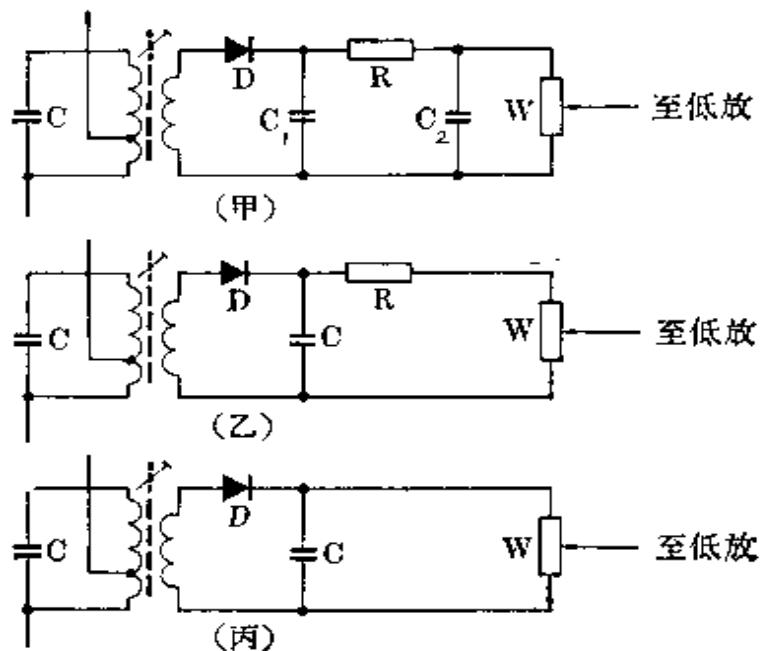

图 8-19
3. 检波电路：图 8-19 画出了超外差式收音机的三种检波电路。我们以图(甲)为例，看看检波的过程：前级输出的中频信号耦合给中频变压器次级。次级上获得的中频信号送给二极管 D 检波。检波后的输出电流由  $C_1$ 、 $C_2$ 、 $R$  组成的  $\pi$  型滤波器将残余的中频成份滤去，剩下的音频成份和直流成份流经电位器 W，在 W 两端产生音频信号电压降。电位器的滑动臂从 W 上取出音频信号通过低频耦合电容  $C_8$  送到低放级。调节电位器的滑动臂可以调节送往低放级音频信号电压的大小，从而控制收音机的音量。图(乙)、(丙)与图(甲)的电路区别在于滤波部分简单一些。图(乙)用了一只电容 C 和一只电阻 R 组成 L 型滤波器；图(丙)仅用了一只电容 C 以便让残余的中频信号成份从旁路通过。本章介绍的这只超外差式五管